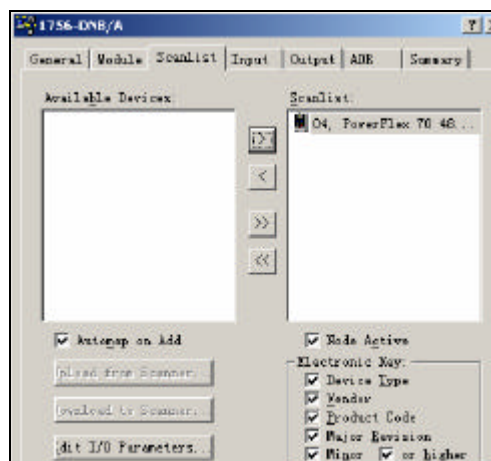

图 4-41 选择要编辑的 PF70
39. 在 DNB 模块中的 Input 和 Output 选项卡中建立映射关系。双击 DNB 模块，选择 Scanlist 选项卡，上载扫描列表，在 Scanlist 中选择 PowerFlex70 变频器，点击 Edit I/O paramater，如图 4-41 所示。